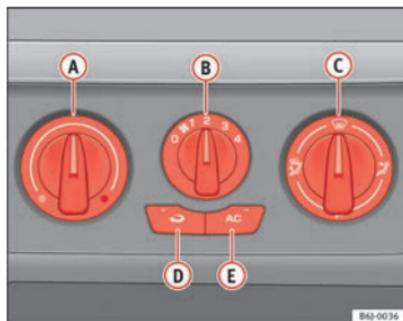

Fig. 94 Mandos del Aire Acondicionado en el tablero de instrumentos
- Desconecte el sistema de refrigeración con la tecla ⇒ fig. 94 **AC** (se apaga el testigo de la tecla).
Con la recirculación de aire en marcha → fig. 94  (se enciende un testigo en la tecla), se evita que los malos olores del exterior, por ejemplo, al atravesar un túnel o en un atasco, penetren en el habitáculo.